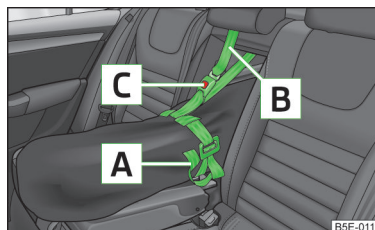

Abb. 75
- Das Zugband **A** am freien Ende um die Skier vor den Bindungen festziehen » Abb. 75.
- Nach dem Beladen mit Skiern muss der Durchladesack mit dem Sicherungsband **[B]** » Abb. 75 gesichert werden.